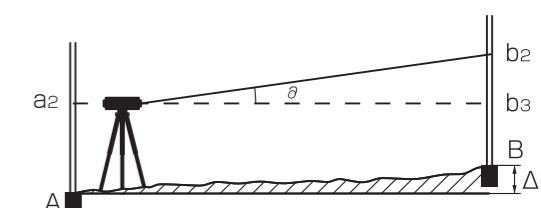

図13
- 接眼キャップを外し、十字線調整ネジを矯正針で [(a1-b1)-(a2-b2)] < 3mm になるまで調整します。図13の場合、 b_2 の値は高すぎますので十字線調整ネジを少しゆるめ、十字線を下げて下さい。逆に b_2 の値が b_3 より低い場合は十字線調整ネジを締めて十字線を上げて下さい。